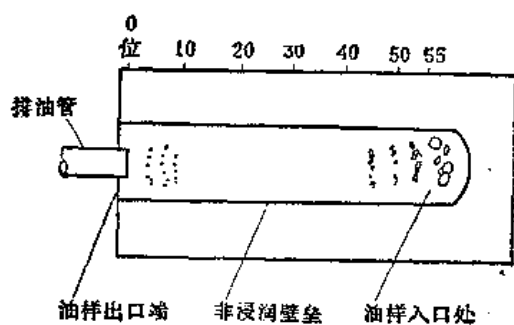

图19-1-31 典型铁谱片
(2) 典型的铁谱片 如图 19-1-31 所示。而铁谱片上不同位置沉积的颗粒尺寸则列于表 19-1-4。